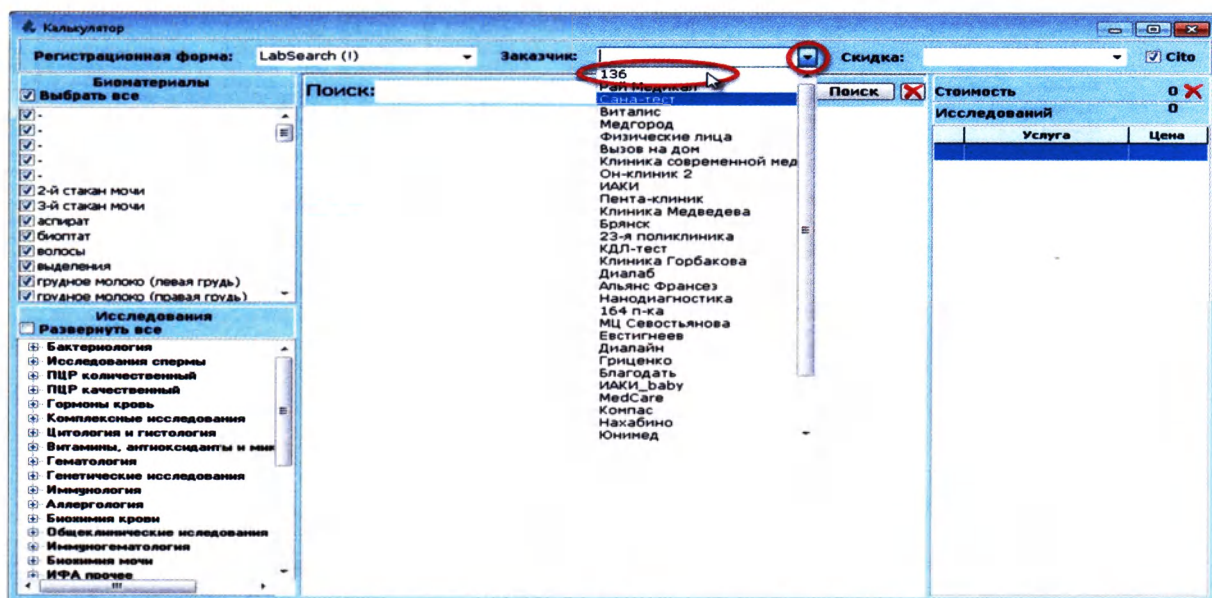

Рисунок 2.5
3. Из выпадающего списка «Заказчик» выберите нужного заказчика (Рисунок 2.5):